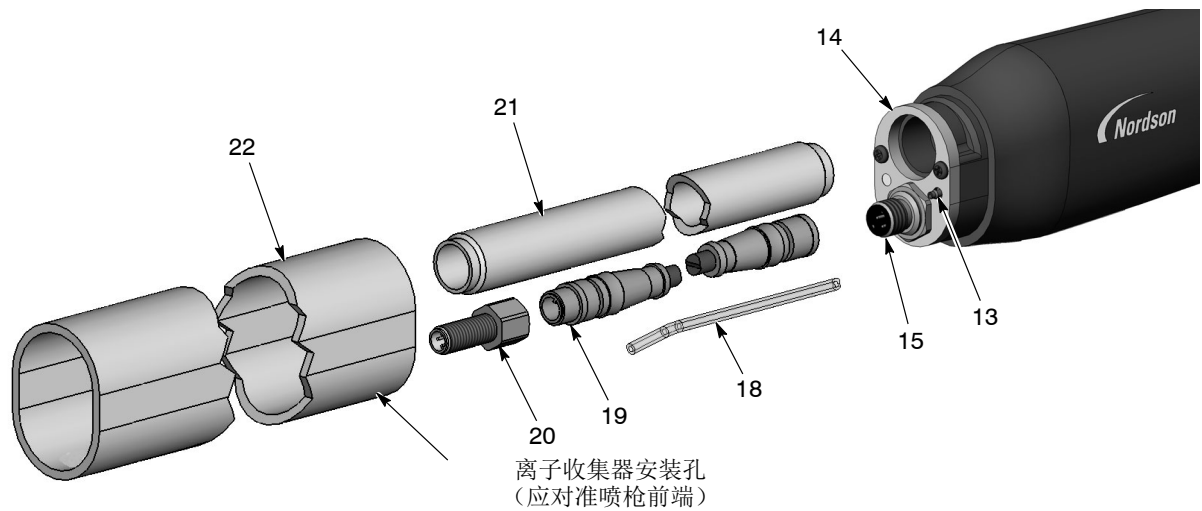
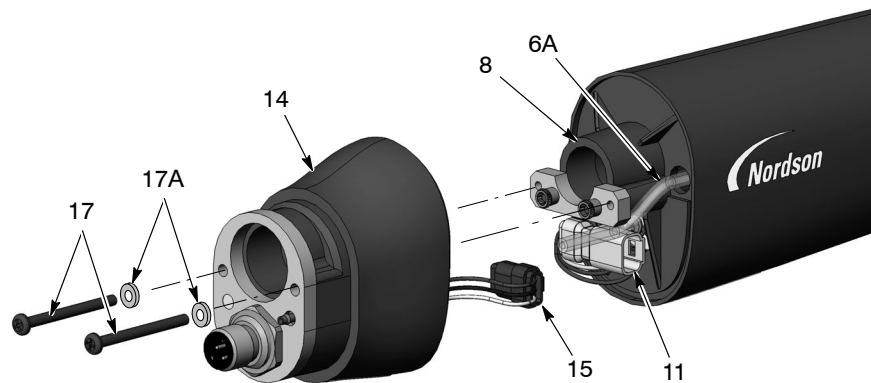
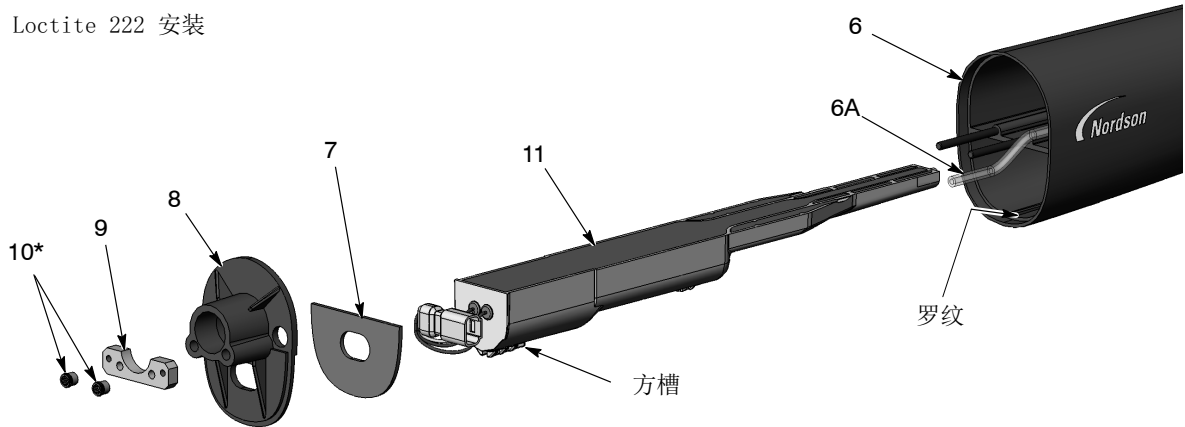

图 18 管座喷枪拆卸 (2/5)
图 19 管座喷枪拆卸 (3/5)
图 20 管座喷枪拆卸 (4/5)
7. 请参见图 18。将安装管 (22) 从后部枪体组件 (14) 和固定管 (21) 上拉出。
9. 将延长电缆 (19) 与插座线束 (15) 断开。
10. 将 4 mm 透明空气管 (18) 与倒钩接头 (13) 断开。
11. 如要更换延长电缆，请拆下电缆插座 (20)。如不更换，可保持其连接状态。
12. 请参见图 19。从后部枪体 (14) 上拆下两个内六角螺钉 (17) 和止动垫圈 (17A)。
13. 小心地将后部枪体从隔板 (8) 上拉得足够远，使电源线束 (11) 与插座线束 (15) 断开，并将过滤器组件管 (6A) 与后部枪体中的倒钩接头断开。
14. 请参见图 20。使用 $1/8$ 英寸六角扳手，从隔板 (8) 上卸下两个内六角螺母 (10) 和螺钉板 (9)。然后从枪体 (6) 上拆下隔板，使电源线束穿过隔板。
1. 请参见图 20。将电源 (11) 安装到枪体 (6) 中，确保枪体罗纹与电源上的方槽匹配。将电源牢固地插入枪体。
2. 将电源线束穿过隔板 (8)，然后将隔板和螺钉板 (9) 安装在枪体螺柱上。将 Loctite 222 螺纹锁固胶涂到内六角螺母 (10) 上并将其拧到螺柱上。使用 $1/8$ 英寸六角扳手将螺母拧至 0.45 N•m (64 英寸-盎司)。
3. 请参见图 19。将插座线束 (15) 连接至电源线束 (11)。将线束连接器 (11、15) 塞入后部枪体组件中，如图所示位置。
4. 将过滤器组件管 (6A) 连接到后部枪体内侧的倒钩接头。将其他所有透明空气管道穿入枪体，然后用螺钉 (17) 和止动垫圈 (17A) 将后部枪体安装到隔板上。
5. 请参见图 18。将固定管 (21) 拧入后部枪体 (14)。
6. 将延长电缆 (19) 连接到后部枪体组件中的插座线束。
7. 将 4 mm 透明管 (18) 连接到后部枪体组件上的倒钩接头。
8. 调整安装管 (22) 方向，并使离子收集器孔朝向喷枪前端。